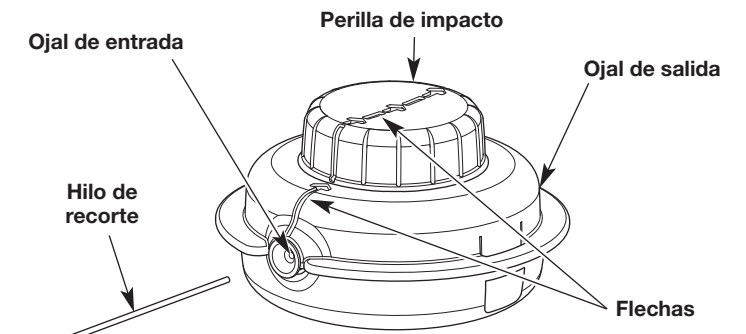

Fig. 18
- Gire la perilla de impacto en el sentido de las agujas del reloj para alinear las flechas (Fig. 18).
- Inserte el nuevo hilo de recorte en el ojal de entrada (Fig. 18). Oprima el hilo a través del cabezal de corte hasta que sobresalgan unas pulgadas por el ojal de salida. Tire del hilo hasta que los extremos tengan la misma longitud.